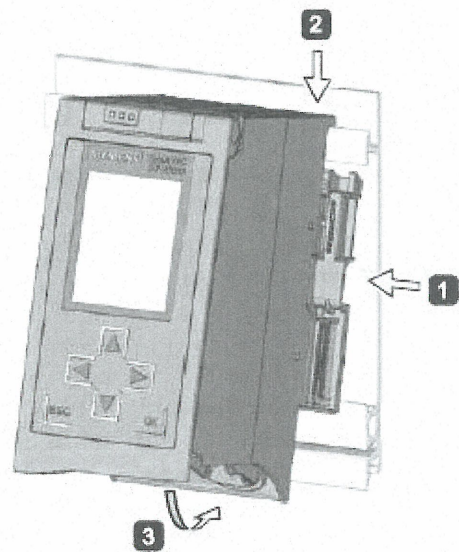

Figura 7
En la Figura 7 se puede observar cómo se coloca la U sobre la CPU y esta sobre el perfil. Primero se coloca el perfil en la parte trasera de la CPU (1), después se debe enganchar la CPU sobre el perfil soporte (2) y finalmente se atornilla en la parte inferior (3).